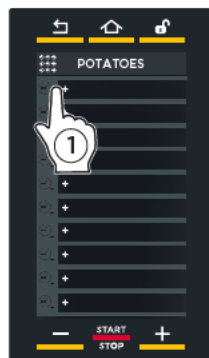

fig. M8
- 1 Vidrör symbolen "+" till skärmen (fig. M8).